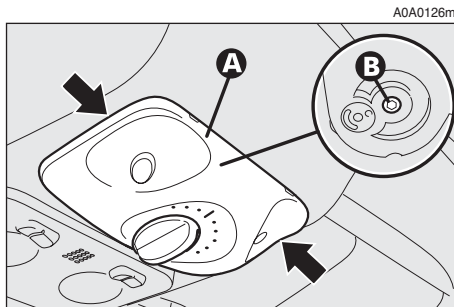

fig. 157
– haciendo palanca en los puntos indicados por las flechas quite la moldura (**A-fig. 157**);